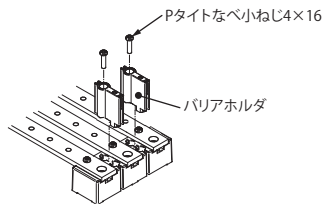

図2
- ③バリアホルダはバーホルダを固定した後に、付属のPタイトなべ小ねじ4×16にて取付けてください。(図2)
- ④保護板は付属のPタイトバインドねじ4×10にて取付けてください。ブレーカ側を固定する場合は、付属のPタイトなべ小ねじ3×10にて固定してください。